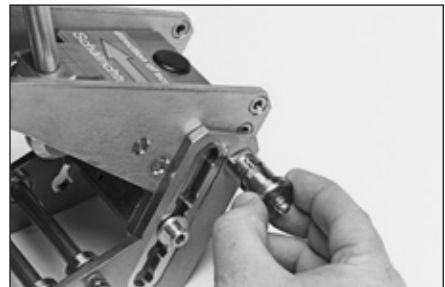

Abb. 1
- Lösen Sie die seitlich an den Geräteflanken angebrachten Arretierbolzen (8) und drehen Sie diese um 90°, so dass sie nicht mehr Einrasten können. Stellen Sie nun die zu schälende Rohrdimension ein (siehe Abb. 1).